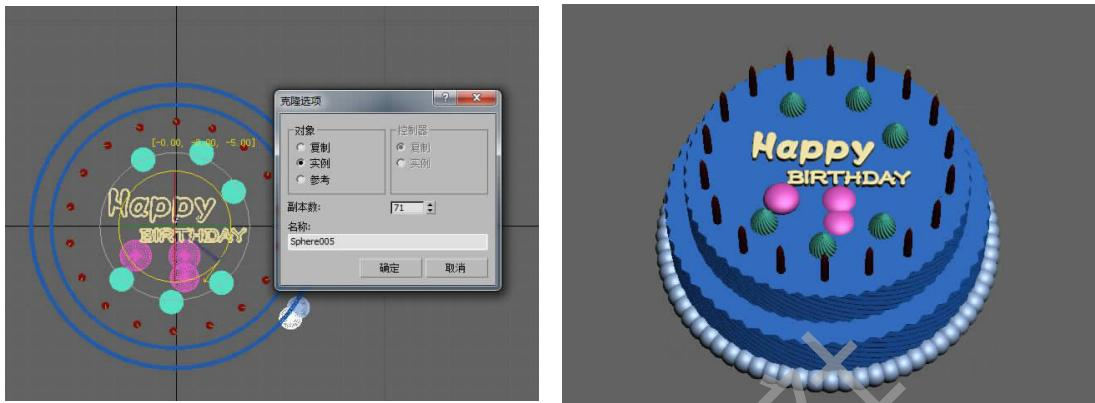

图 2-80 旋转复制
Step 24. 关闭“仅影响轴”，打开 $\angle$ 角度捕捉按钮，按 Shift 键使用旋转工具进行旋转复制，如图 2-80 所示。